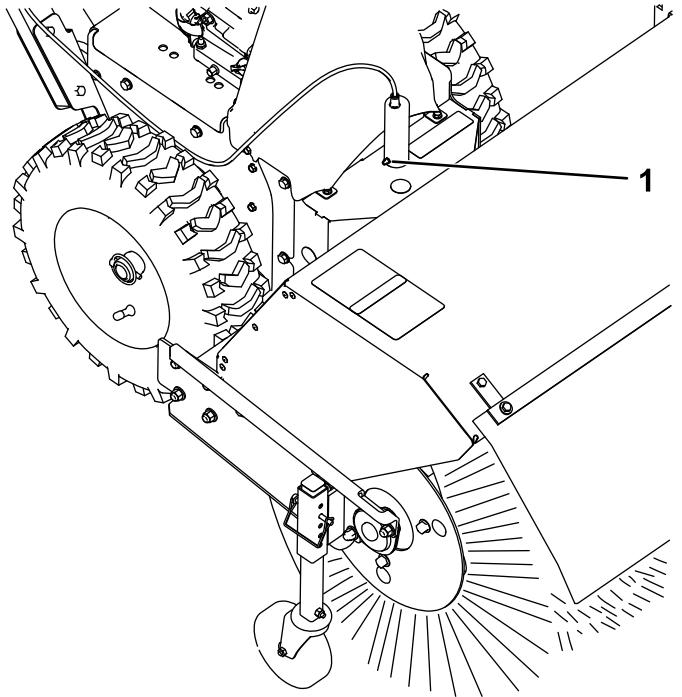

Figura 23
1. Lubrificate il raccordo del perno di bloccaggio dell'angolazione della spazzola con grasso al litio n° 2 (Figura 23).